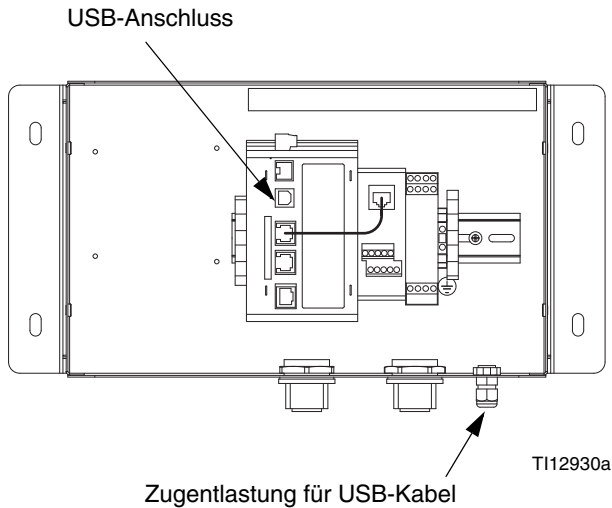

ABB. 12: USB-Anschluss des Gateway-Moduls
1. Das USB-Kabel (23, im Lieferumfang enthalten) am USB-Anschluss des Gateway-Moduls und am USB-Anschluss des PCs anschließen. Siehe ABB. 12.